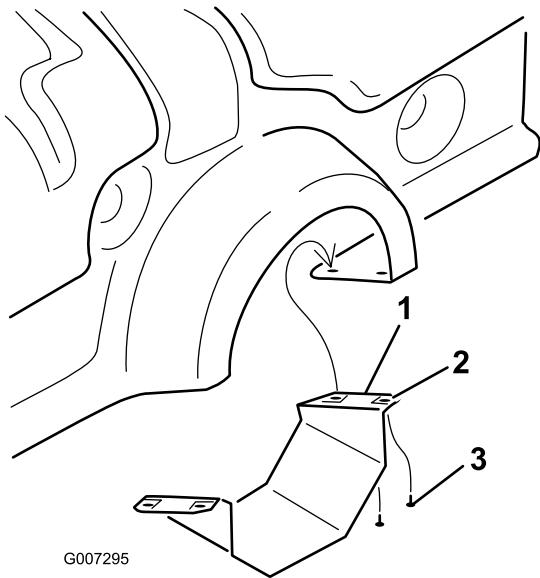

Рисунок 10
- Только на модели ProCore 864 снимите нижний кожух ВОМ(Рисунок 10).